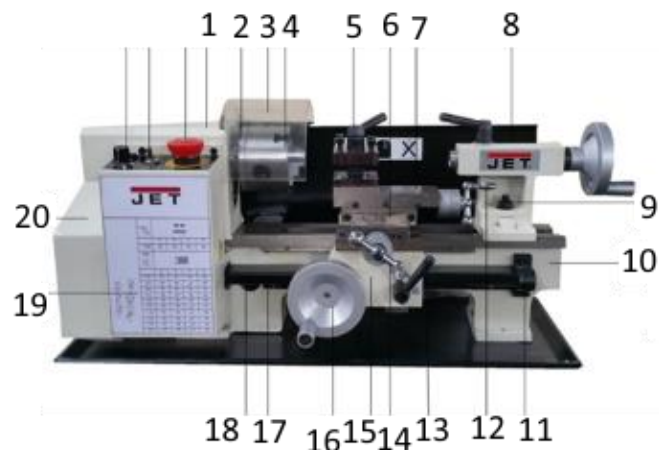
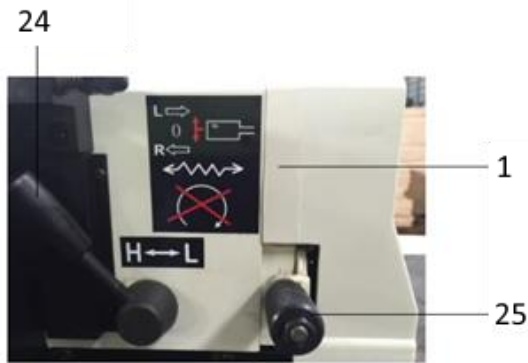

Рис.1
Рис.2
Электродвигатель передает крутящий момент непосредственно на шпиндель через зубчатый ремень. Частота вращения шпинделя является регулируемой, регулировка производится с помощью рукоятки регулировки частоты вращения шпинделя (Рис. 1, 21), расположенной на главной панели управления.
Шпиндель оснащен внутренним конусом Морзе № 3 для крепления центра, который используется вместе с планшайбой или устройством зажима. Трехкулачковый самоцентрирующийся патрон (Рис. 1, 4) крепится к фланцу шпинделя (Рис. 1, 2). Чтобы снять патрон просто открутите три крепежные гайки с обратной стороны фланца, что позволит легко вытащить патрон.
Привод станка закрыт крышкой (Рис. 1, 20), которую можно снять, открутив два крепежных винта с шестигранными головками.
Гитара сменных колес (Рис. 2) передает вращение на ходовой винт. Ходовой винт работает по принципу червяка и при включении рычага автоматической подачи (Рис. 1, 13), который обеспечивает контакт гайки и ходового винта, приводится в движение суппорт и, соответственно, режущий инструмент. Таким образом, обеспечивается автоматическая подача для нарезания резьбы или общих операций точения. Частота вращения ходового винта, а значит и скорость подачи резца, определяется настройкой гитары. Подробное описание смотрите в разделе «Нарезание резьбы».
Передачу вращения на ходовой винт можно расцепить с помощью рычага ходового винта (Рис. 1, 25), также данный рычаг используется для настройки вращения ходового винта в прямом и обратном направлении. (Подробное описание смотрите в разделе «Нарезание резьбы».)
Задняя бабка (Рис. 1, 8) может перемещаться вдоль станины станка и устанавливаться в любом месте. Положение задней бабки фиксируется гайкой (Рис. 1, 9) на ее основании. На пиноль задней бабки устанавливается внутренний конус Морзе № 2 для использования с поставляемым в комплекте центром. Вращающийся центр и сверлильный патрон также можно приобрести у поставщика. (См. раздел «Комплектующие»).
Суппорт станка представляет собой поперечный суппорт (Рис. 1, 6), на котором располагается крестовой суппорт (Рис. 1, 7) с резцедержателем (Рис. 1, 5). Такая конструкция позволяет производить сложные и точные операции. Суппорт может приводиться в движение посредством
ходового винта, через гайку. При включении рычага автоматической подачи (Рис. 1, 13), расположенном на фартуке суппорта, срабатывает автоматическая подача.
Положение инструмента изменяется посредством вращения рукоятки перемещения поперечного суппорта (Рис. 1, 14), которая передвигает суппорт поперек станины станка, и посредством вращения маховика продольного перемещения суппорта (Рис. 1, 16), который обеспечивает продольное перемещение. Кроме того, рукоятка перемещения крестового суппорта (Рис. 1, 12) может использоваться для микроподачи инструмента, установленного под прямым углом к поперечному суппорту. Крестовой суппорт можно установить под определенным углом к поперечному, что позволяет точить короткие конусы. Данная операция подробно описана в разделе «Точение конуса».
Соблюдая все приведенные выше меры предосторожности, установите рычаг диапазона частот вращения шпинделя (Рис. 1, 24) в положение НИЗКИЙ (LOW).
**ПРИМЕЧАНИЕ:** если необходимо использование автоматической подачи, рычаг ходового винта (25, рис.2) должен быть установлен в положение ВПЕРЕД (Forward). Если использование автоматической подачи не требуется, рычаг можно установить в положение НЕЙТРАЛЬНО (Neutral).